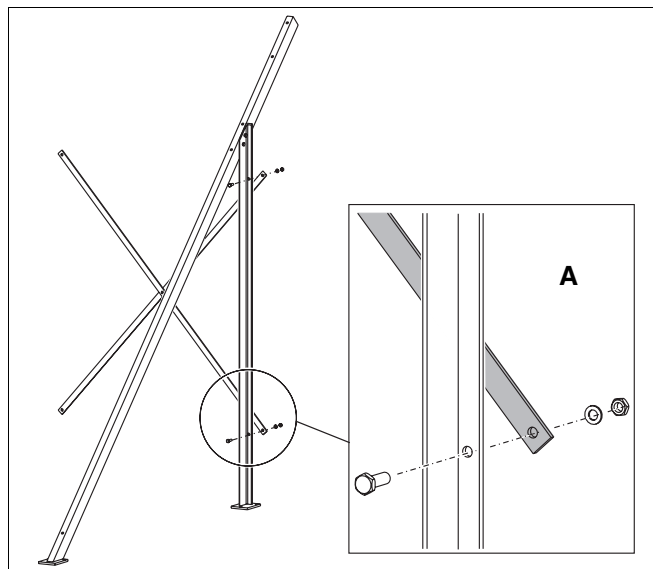

Fig. 6 Montar as escoras
- B Aparafusar as duas escoras (fig. 6, **item 1**) para a cruz traseira no centro, com parafuso M8 × 20, porca e anilha.
- B Montar as escoras previamente montadas no apoio curto vertical, com parafusos M8 × 20, porcas e anilhas (fig. 6, **item A**). Apenas apertar manualmente os parafusos.